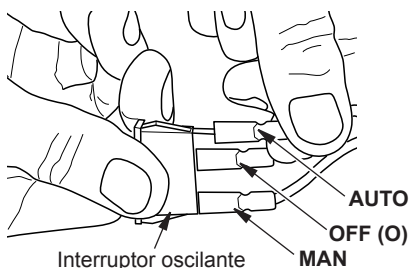

Figura 15 - Conexión de cables a interruptor oscilante
16. Conecte el AUTO, OFF, cables MAN a las tres lengüetas macho correspondientes del interruptor oscilante (consulte la figura 15).